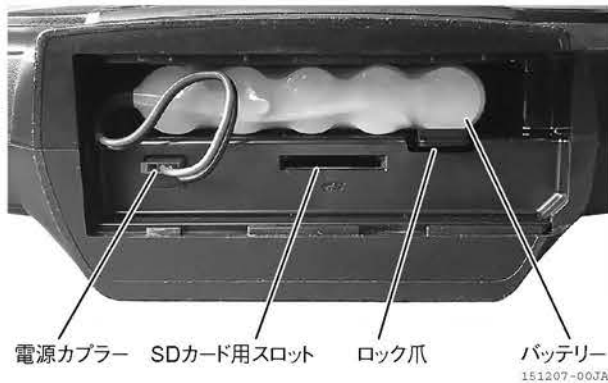

図 4-56
4. ロック爪を押して、バッテリーを取り出します。(図 4-56)